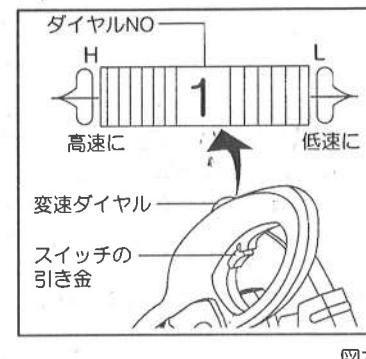

図7
■スイッチの操作(図7参照)
■变速ダイヤルの操作(図7参照)
- ・变速ダイヤルはサーメットチップソー(付属品)切断トイシ(別売品)別に、ダイヤルを①~④の間で調節して切断してください。